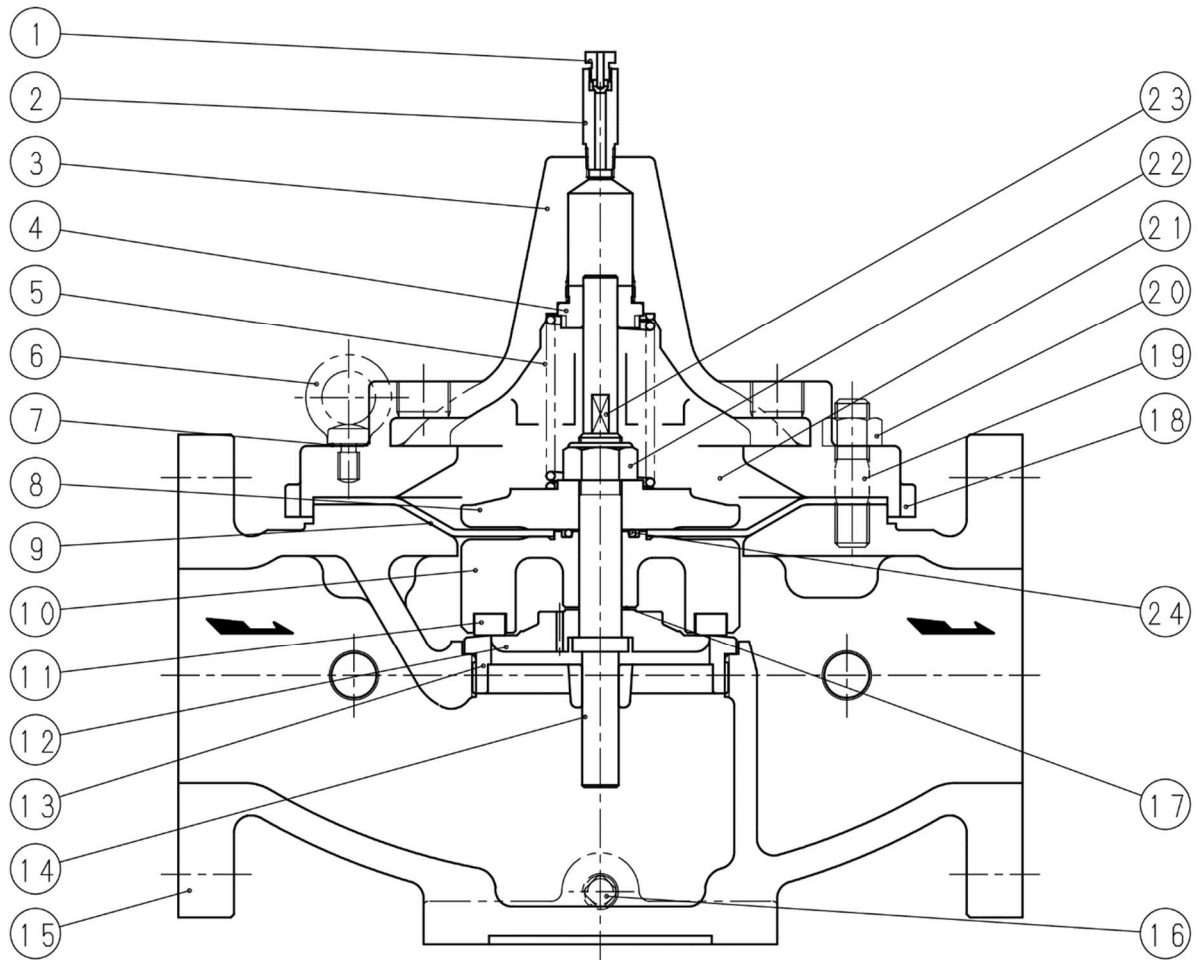
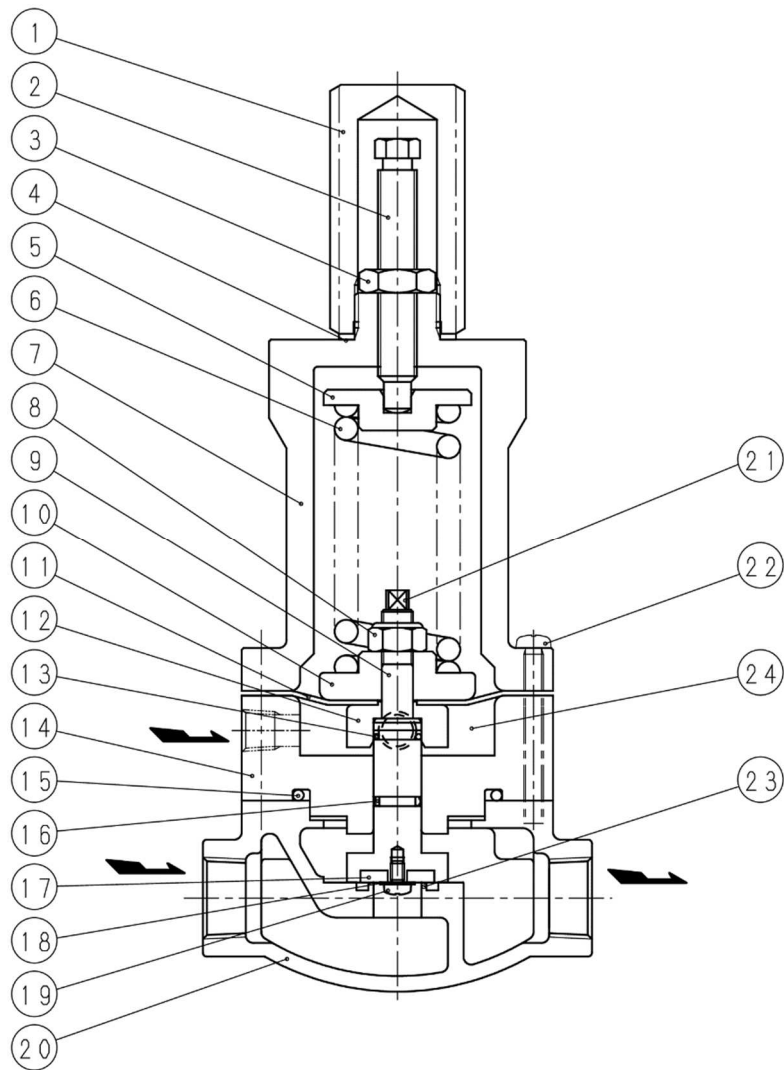

図2 OD3型ダイヤフラム式基本弁
図 3 RPD52-2 型背圧弁
- 2.1 SFD42 型背圧弁は、一次側圧力を検出して動作する RPD52-2 型背圧弁(C)(図 3)をパイロット弁として、OD3 型ダイヤフラム式基本弁(A)(図 2)のダイヤフラム室(21)の圧力を制御することにより、その弁体(11)(主弁体)を動作させて一次側圧力を一定に保持します。
- OD3 型ダイヤフラム式基本弁(A)(図 2)のダイヤフラム室(21)の圧力は RPD52-2 型背圧弁(C)(図 3)から流出する流体の量により制御されますので、SFD42 型背圧弁は流出制御式のパイロット作動形背圧弁です。
- 一次側と OD3 型ダイヤフラム式基本弁(A)(図 2)のダイヤフラム室(21)を大きな通過面積で連通する結果、OD3 型ダイヤフラム式基本弁(A)(図 2)は速やかに閉弁して返り管の落水を防止します。
- 2.4.1 運転中開閉弁(E)のみを閉止した場合、OD3 型ダイヤフラム式基本弁(A)(図 2)のダイヤフラム室(21)への流体の供給がなくなり、弁体(11)(主弁体)は全開します。通水初期のブローオフや一次側保護のための緊急開放などに利用できます。
- 2.4.2 開閉弁(F)のみを閉止した場合、OD3 型ダイヤフラム式基本弁(A)(図 2)のダイヤフラム室(21)は密閉状態となり、弁体(11)(主弁体)はその時の状態(すなわち一定弁開度)を保ちます。
- 2.4.3 開閉弁(G)のみを閉止した場合、OD3 型ダイヤフラム式基本弁(A)(図 2)のダイヤフラム室(21)の圧力が上昇するため弁体(11)(主弁体)は閉止します。したがって出口側保護のための緊急遮断などに使用できます。
- 3.1 背圧弁を配管に取り付ける前に、OD3 型ダイヤフラム式基本弁(A)(図 2)の弁箱(15)内に異物が入っていないこと及び輸送中に背圧弁が破損していないことをお確かめください。防止処置は施して有りますが念のためお調べください。
- 3.3 配管に際しては流体の流れ方向と、OD3 型ダイヤフラム式基本弁(A)(図 2)の弁箱(15)に鋳出してある矢印の方向を必ず一致させてください。また必ず Y 型ストレーナ及び予備弁(玉形弁)を備え、更に前後弁(仕切弁)と圧力計(出口側は連成計)を取り付けるよう御計画ください。
- 3.7 保温する際は、背圧弁のダイヤフラム室の空気抜き及び保守・点検を容易にするため、着脱可能な保温カバーが最良ですが、不可能な場合は OD3 型ダイヤフラム式基本弁(A)(図 2)のみ保温し、頂部の空気抜弁体(1)及びアクセサリ回りは保温を施さないでください。
もし過不足があれば RPD52-2 型背圧弁(C)(図 3)の保護筒ふた(1)を取り外して六角ナット(3)を緩め、調節ねじ(2)を右回転(時計の針と同方向)すると一次側圧力は上がり、左回転(時計の針と逆方向)すると一次側圧力が下がります。